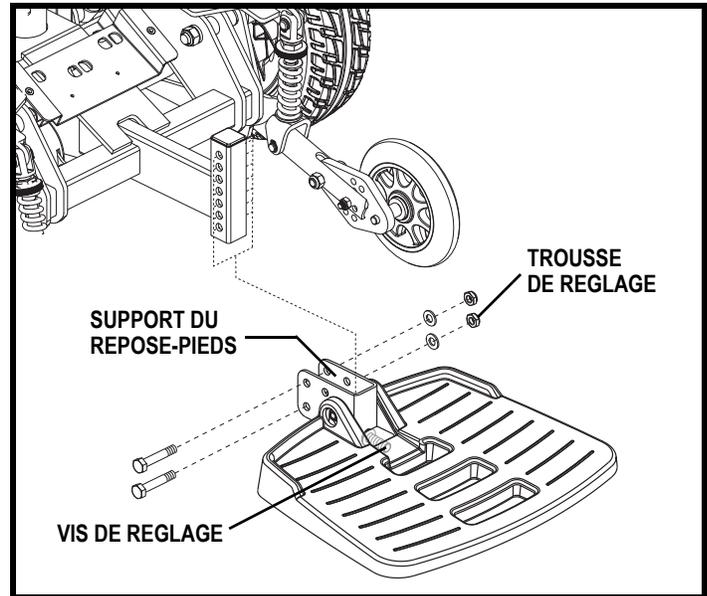

Figure 21. Réglages repose-pieds Select
**Voir le figure 21 ou 22.**
Vous pouvez régler l'inclinaison du repose-pieds. **Voir le figure 21 ou 22.**